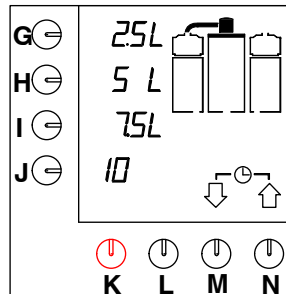

Fig. 5 Display med standardmöjligheter
- Lampan i strömbrytaren tänds. Standardmöjligheterna visas på displayen (fig. 5).